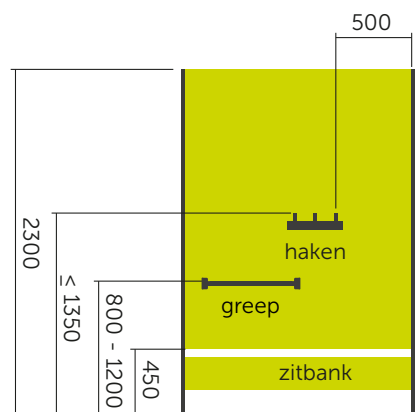

fig 20 De wand in een kleedruimte met haken, die voor de rolstoeler bereikbaar zijn. En een zitbank op prettige hoogte.
- Doorgangshoogte is 2300 mm. (fig 20)
- Eventueel grepen op de wand voor extra houvast. Horizontaal geplaatst tussen de 800 en 1200 mm. (fig 20 en 21) Zie ook bladzijde 19.